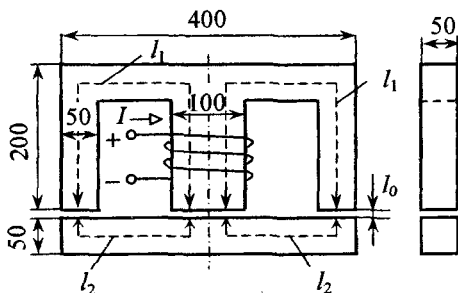

Рис. 1.9
**Задача 1.8.** Подъемный электромагнит имеет сердечник Ш - образной формы (рис. 1.9) и якорь из электротехнической стали, кривая намагничивания которой приведена на рис. 1.4. На среднем стержне сердечника расположена обмотка с числом витков  $w = 200$ . Воздушные зазоры между сердечником и якорем  $l_0 = 1 \text{ мм}$ .